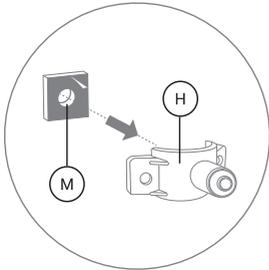

Рис. 21
2. Снимите с уплотнительной прокладки (М) защитную пленку. Приклейте прокладку с внутренней стороны хомута (Н), одновременно совмещая отверстие в прокладке с выходным отверстием в хомуте (рис. 21).